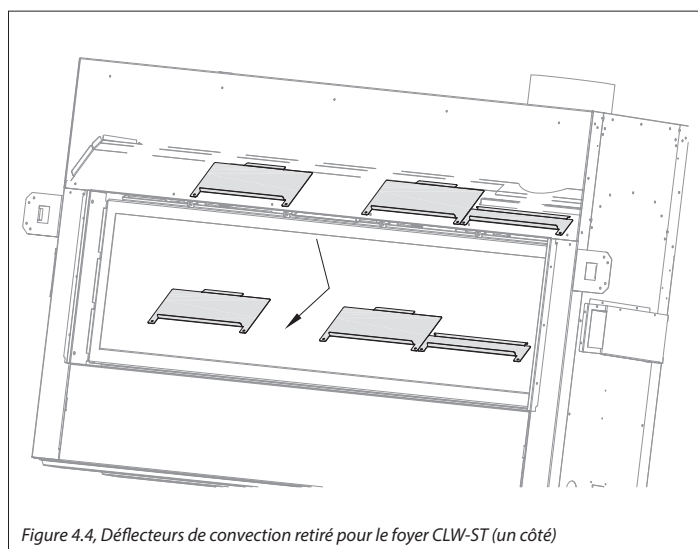

Figure 4.4, Déflecteurs de convection retiré pour le foyer CLW-ST (un côté)
Ces déflecteurs sont fixés chacun par (2) vis, derrière le bord supérieur des deux ouvertures du foyer (voir Figure 4.4).